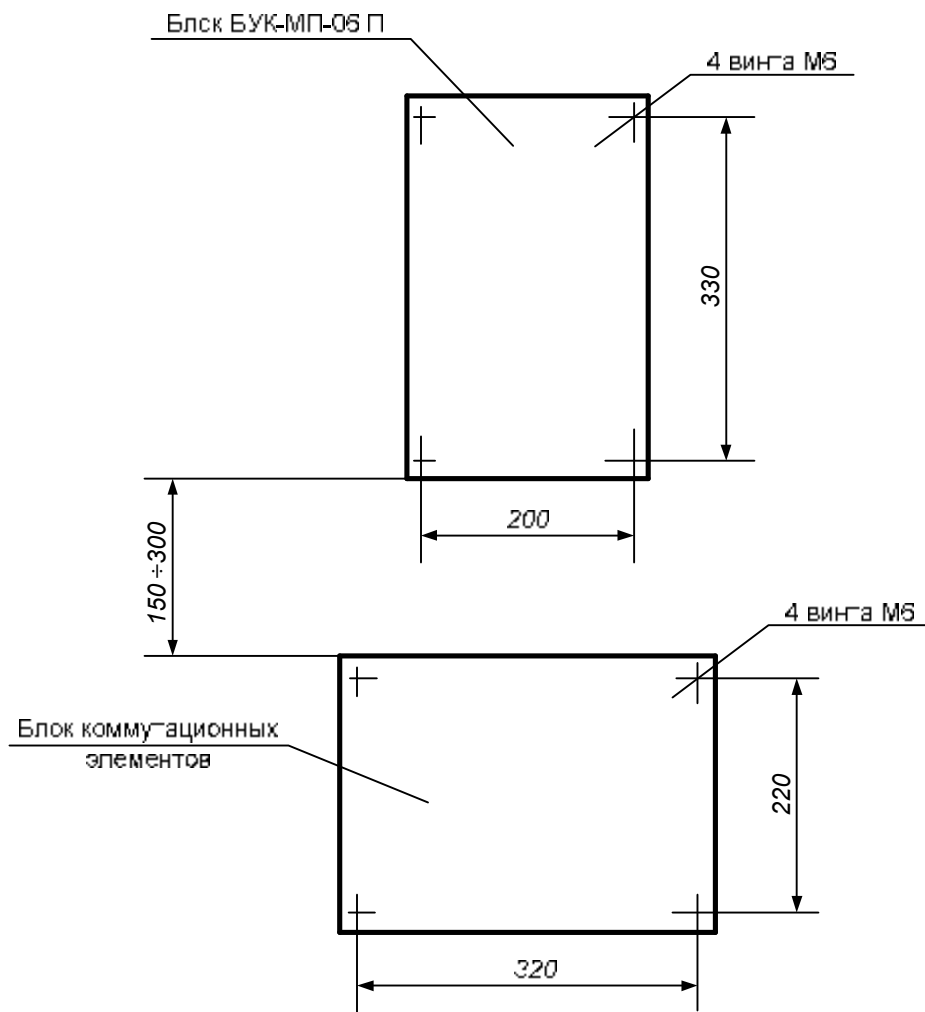

Рисунок 1. Разметка под установку блока БУК-МП-06 П и блока коммутационных элементов.
2.2.1. Блок БУК-МП-06 П устанавливается на вертикальной плоскости (щите) на высоте 1500-1700 мм от уровня пола. Блок коммутационных элементов (для подключения внешнего монтажа) располагается на расстоянии 150 – 300 мм ниже блока. См. рисунок 1.